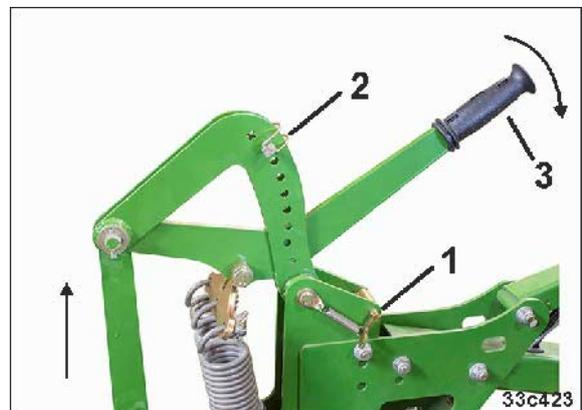

Fig. 187
4. Colocar el trinquete de cierre en posición de estacionamiento (Fig. 187/2)